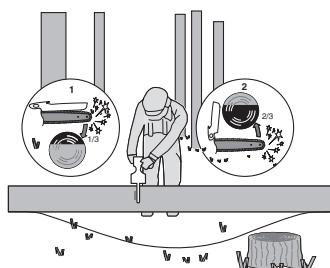

Figura 4
Quando il tronco è supportato da entrambe le estremità, come illustrato nella Figura 4, tagliare 1/3 del diametro dall'alto (soprataglio) (1); quindi praticare il taglio finale tagliando i 2/3 inferiori per incontrare (2) il primo taglio.